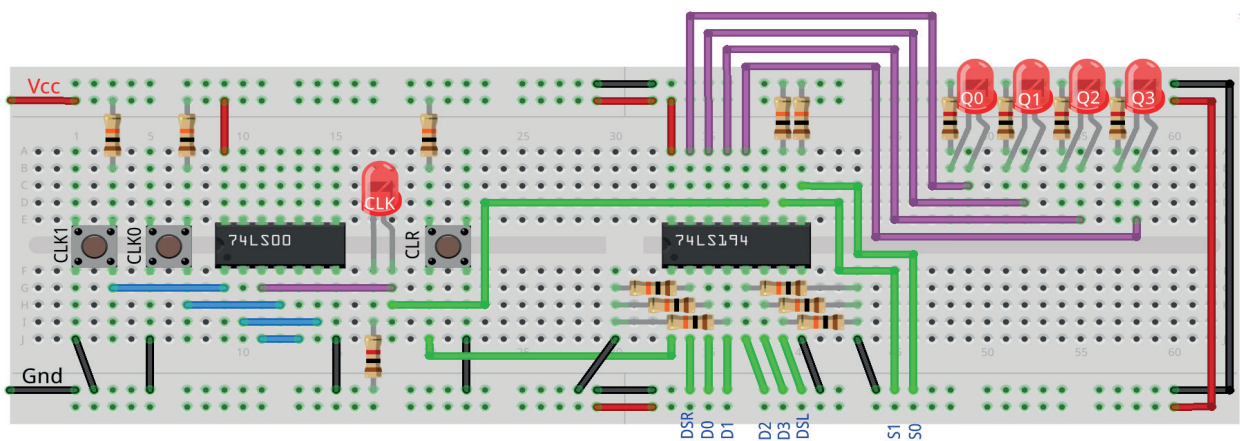

Figura 11.19 – Disposição dos componentes na placa de montagem.
- Monte o circuito na placa de montagem, conforme figura 11.19.